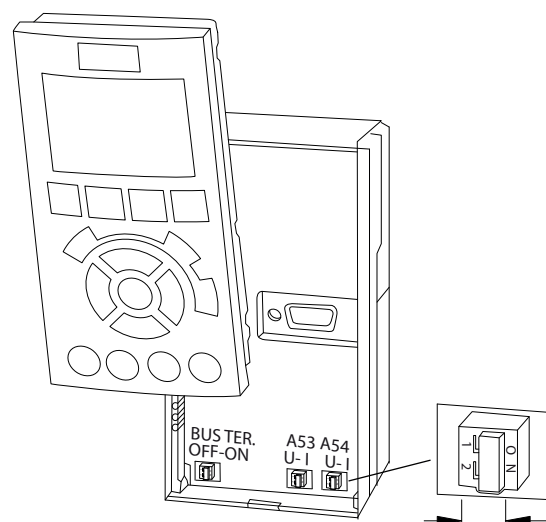

图 5.22 端子 53 和 54 的开关位置
- 控制卡上提供了一个用于总线端接阻抗的开关 (BUS TER.)。请参阅图 5.22。